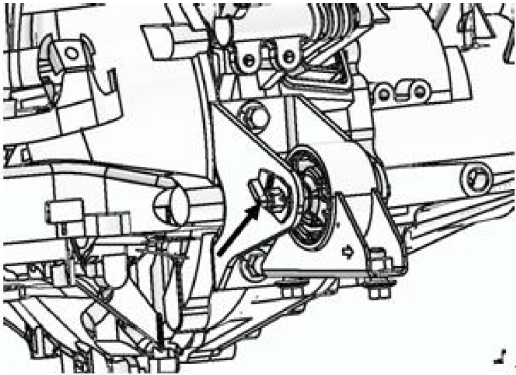

图 1
**2.1.1 拆下前悬置安装支架总成与前悬置安装支座总成相连接的1个横穿螺栓和1个六角螺母(如下图1所示)。**
2.5.6 将发动机前悬置安装支架总成与前悬置安装支座总成相连接的 1 个横穿螺栓和 1 个六角螺母打力矩为 55 N.m（如图 1 所示）